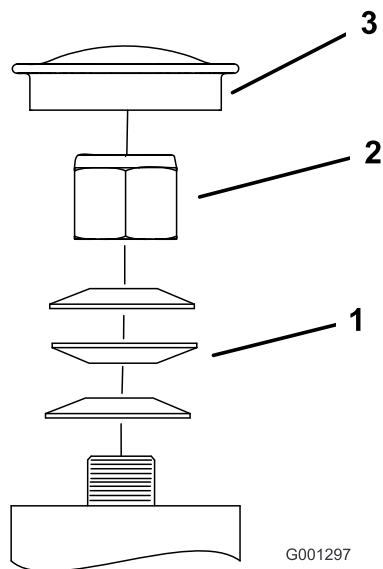

Figure 55
3. Déposez le capuchon protecteur de la roue pivotante et serrez le contre-écrou (Figure 55).
4. Continuez de serrer le contre-écrou jusqu'à ce que les rondelles élastiques soient aplaties, puis desserrez-le d'un quart de tour pour obtenir la précharge correcte des roulements (Figure 55).
- Important:** Veillez à placer les rondelles élastiques correctement, comme montré à la Figure 55.
5. Reposez le capuchon protecteur (Figure 55).